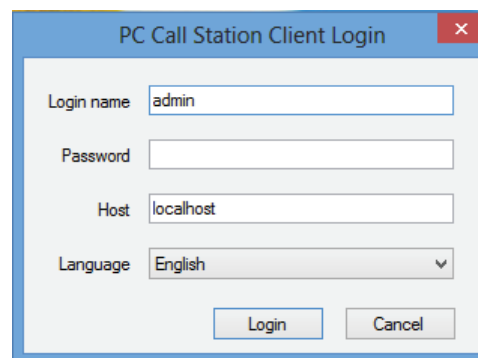

figura 62.1: Inicio de sesión de *PC Call Station Client*
- 2 Haga clic en *PC Call Station Client*. Se mostrará una pantalla similar a la indicada en figura 62.1.